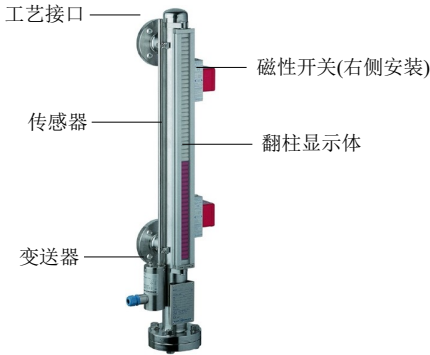

图 1 结构图
**注意：**磁性开关标准安装位置在显示体右侧（见图 1），对于 MA、MHT 型，改变安装侧可能导致常开、常闭线反向，请在调试后使用，或咨询厂方、也可在订货时注明开关点位置。主管为 45mm 的液位计，两磁性开关的开关点位置间隔应不小于 60mm，小于该距离时请向厂方咨询。